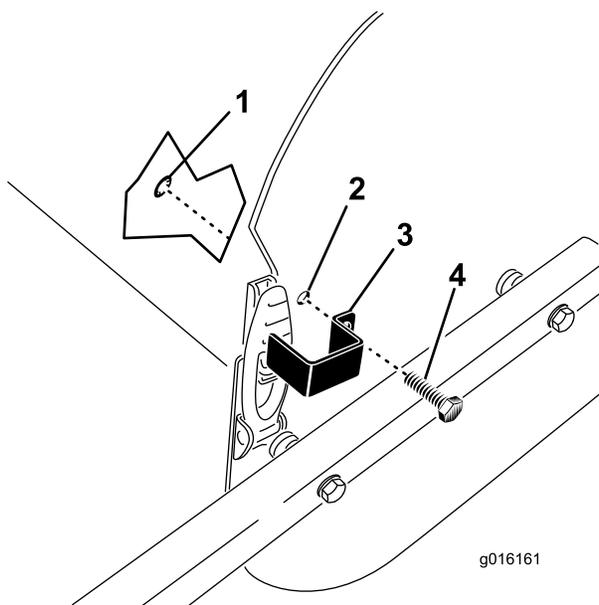

Рисунок 31
1. Выровняйте монтажное отверстие с отверстием в боковой плите и установите скобу защелки на защелку капота (Рисунок 31).
2. Закрепите скобу защелки на боковой плите самонарезающим болтом и стопорным кольцом (Рисунок 31).